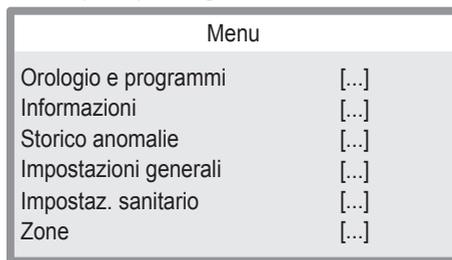

Figura 7.11
- Premere il tasto 15 (Figura 7.10) per portarsi al menu principale (Figura 7.11).